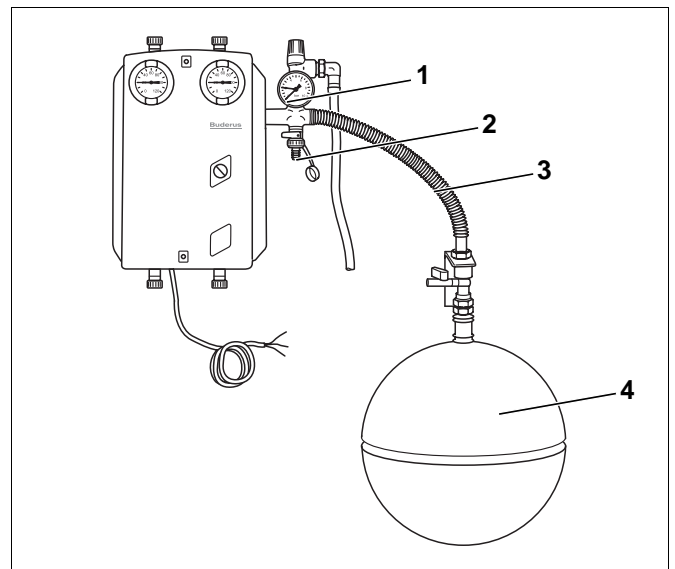

Abb. 8 Montage des Ausdehnungsgefäßes
Ein Ausdehnungsgefäß (Abb. 8, **Pos. 4**) kann über die **Buderus**-Niederlassung bezogen werden (Zusatzausstattung). Informationen zur Größenbestimmung des Ausdehnungsgefäßes sind im Katalog Heiztechnik und in der Planungsunterlage Sonnenkollektor-Anlagen zu finden.
Der Anschluss des Ausdehnungsgefäßes muss im Rücklauf an der Sicherheitsgruppe der Kompletstation erfolgen (Abb. 8, Pos. 1).
- Kappe G^{3/4} (Abb. 8, **Pos. 2**) vom Ausdehnungsgefäß-Anschluss an der Sicherheitsgruppe abschrauben.
- Die Verbindung des Ausdehnungsgefäßes mit der Kompletstation kann mit dem bei **Buderus** erhältlichen Ausdehnungs-Anschluss-Set (AAS/Solar) erfolgen. Die Rohrverbindung zwischen dem Ausdehnungsgefäß und der Sicherheitsgruppe erfolgt dabei über den beigegefügte Wellenschlauch (Abb. 8, **Pos. 3**).